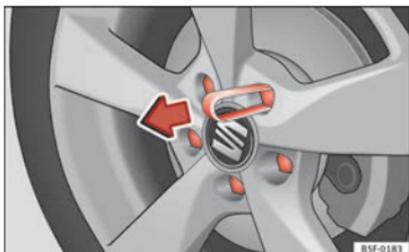

Fig. 61 Togliere il coperchio della vite.
- Incastrare la pinza di plastica (attrezzo di bordo) sul tappo fino a che non scatta » fig. 61.